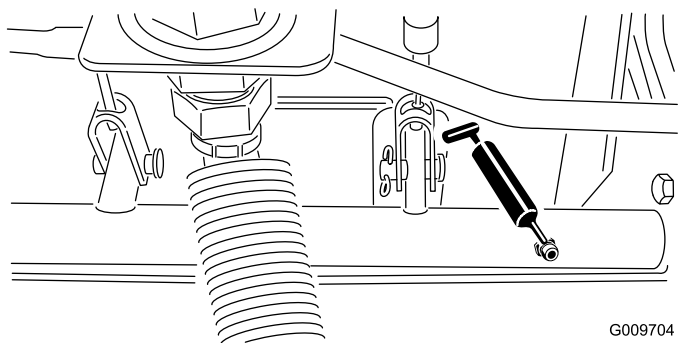

Рисунок 74
- Шарнирные опоры вала тормоза (5 шт.), как показано на Рисунок 74